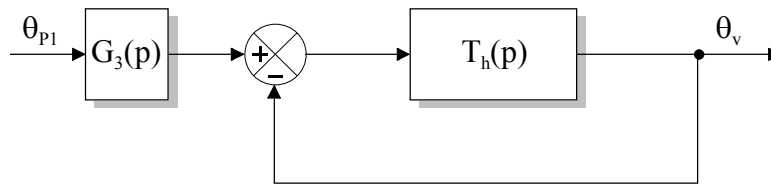

Figure 10 : Schéma bloc avec retour unitaire
**Question 3-10 :** Ce schéma bloc est à nouveau simplifié (voir Figure 10) afin de rendre unitaire la boucle de retour.